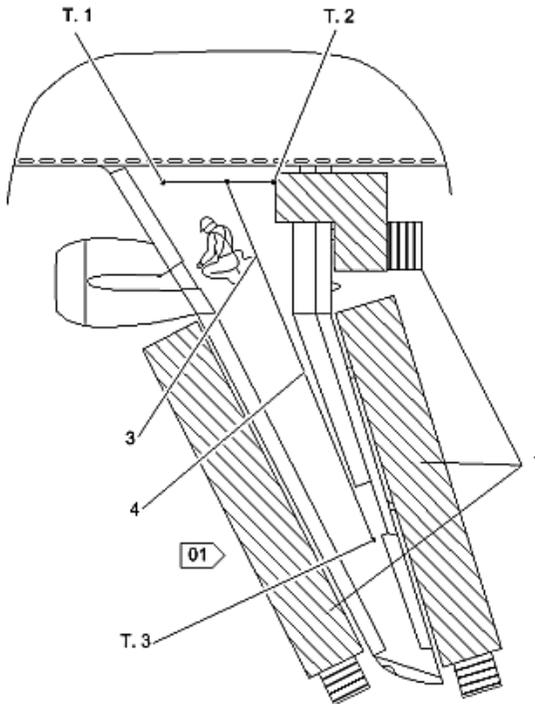

Рис. 11. Крепление страховочного троса.
2. Положите страховочный трос по длине крыла (рис. 11).
4. Отсоедините рым- болты (1) от страховочных тросов (2), (3) и верните сначала в точку установки 1, а потом 2.
7. Отсоедините рым- болт (1) от серьги страховочного троса (4) и выкрутите заглушку (6).
8. В точке 3 установки рым- болта верните заглушку (2) и в нее верните рым- болт (1).